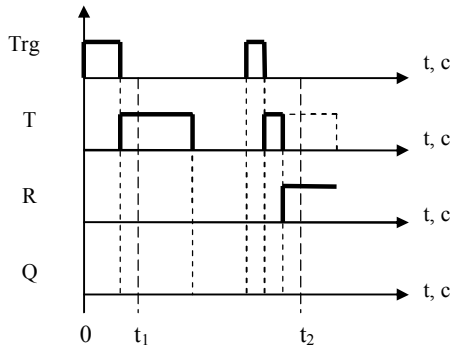

Рис. 10. Временная диаграмма функции Задержка выключения
2. Функция **Задержка выключения**. Сформируйте схему управления, содержащую блок **Задержка выключения**, входы (Tgr – для подачи импульсов, R – сбрасывающий) и выход. Задайте время задержки $T = 50$ с. По результатам исследования достройте временную диаграмму блока (рис. 10) и определите состояние выхода в моменты времени t_1 и t_2 .